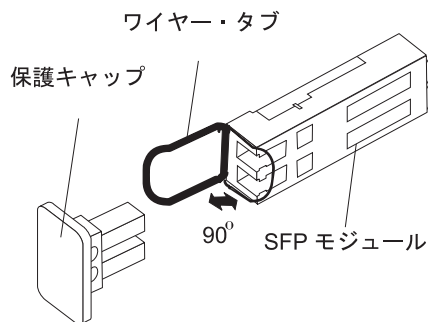

図 29. SFP モジュール・ラッチのアンロック - プラスチック・タブの場合
- ・ プラスチック・タブが入っている SFP モジュールの場合は、図 29 に示すように、プラスチック・タブを外側に 10° 引いて SFP モジュールのラッチをアンロックします。